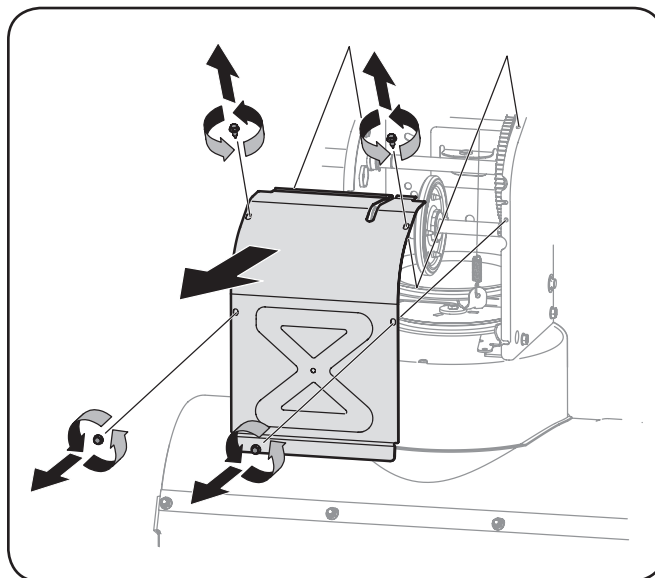

Figura 7-4
6. Saque la cubierta del marco desde debajo de la máquina quitanieve retirando los cuatro tornillos autorroscantes que la aseguran. Vea la Figura 7-4.